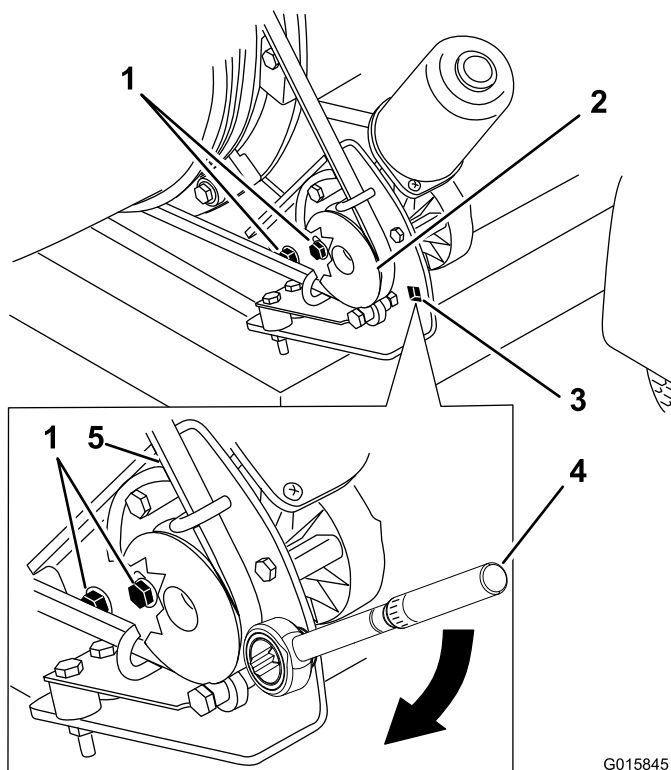

Figura 28
1. Allentate i bulloni che fissano la staffa di supporto della puleggia al telaio del soffiatore (Figura 28).
2. Posizionare una chiave torsionometrica nella staffa di supporto della puleggia (Figura 28).
3. Girare la staffa di supporto della puleggia allontanandola dall'ugello finché la chiave torsionometrica non registra un valore tra 22,6 e 26,0 Nm (Figura 28).